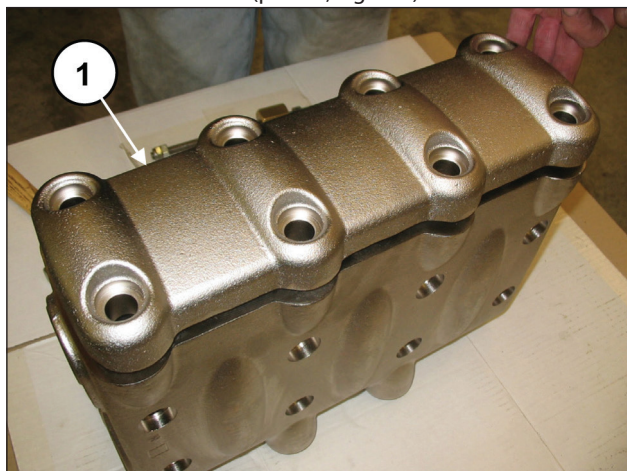
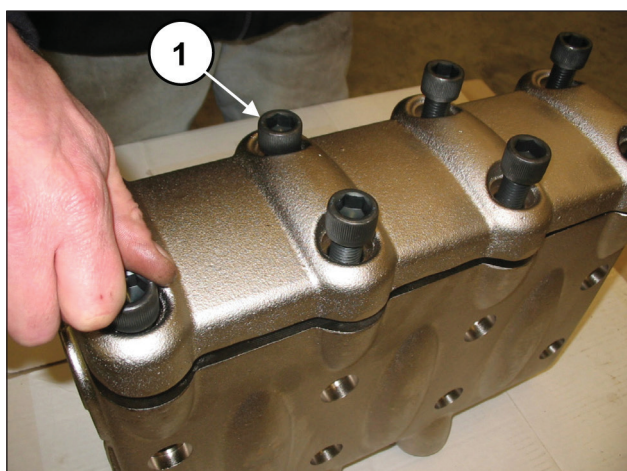

Fig. 115
Fig. 116
Dopo aver terminato il montaggio dei gruppi valvole e del tappo valvola applicare il coperchio valvole (pos. ①, Fig. 115) e avvitare le 8 viti M16x55 (pos. ①, Fig. 116).